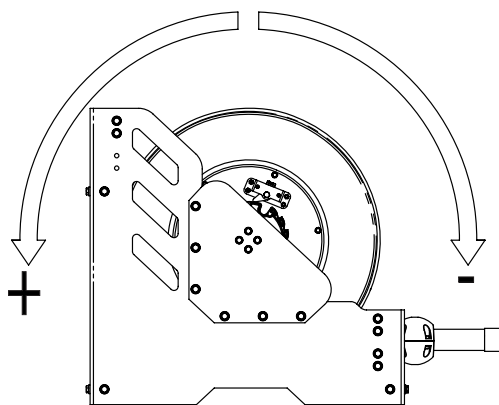

Fig. 6
3. Una vez la manguera esté totalmente recogida (los resortes deberán seguir neutros), aplique la pre-tensión a los resortes, girando el tambor el número de vueltas indicado en la tabla dependiendo de la longitud de la manguera (ver tabla), en sentido positivo según (Fig. 6). No se debe aplicar más tensión de la indicada, pues los resortes podrían resultar dañados.
6. Aplique la pre-tensión a los resortes, girando el tambor el nº de vueltas dependiendo de la longitud de manguera, girando en sentido positivo según se muestra en la (Fig. 6). No se debe aplicar más tensión de la indicada, pues los resortes pueden resultar dañados.
4. Haga girar la bobina para incrementar o disminuir la tensión según. Nunca sobrepase las vueltas de pretensión indicadas en la tabla (Fig. 6).
3. Limpie los componentes del trinquete, o sustitúyalo por un conjunto trinquete nuevo. En el caso de desenroscar el eje del trinquete (3) (Fig. 6), asegúrese de limpiar la rosca y aplicar fijador de fuerza media previo a roscarlo de nuevo sobre la chapa (4) (Fig. 6).